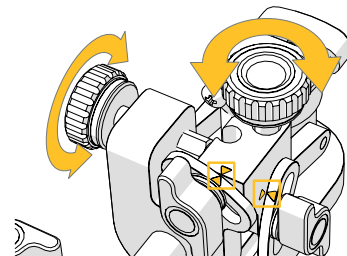

Figura 3: Ajustar a roda para alinhamento da seta.
4. Ajuste os dispositivos de ajuste rotativos para que as setas assinaladas na figura 3 coincidam. A posição nominal do braço é alcançada alinhando as cabeças em forma de seta.